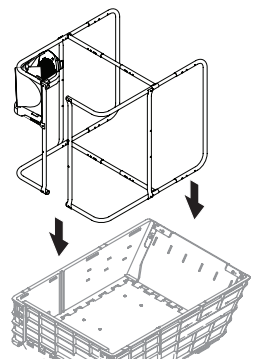

Figura 11
1. Coloque la estructura montada en el carrito con la ventilación de la bolsa (731-12351B) en la esquina superior derecha mirando de frente a la cortadora de césped. Consulte la Figura 11.